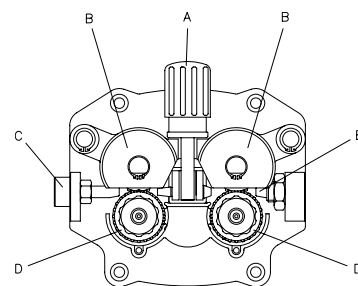

FIG. 5
- Desserrer et abaisser le bouton en plastique (A) et relâcher le levier presse-fil (B)(Fig.5). Extraire les résidus de fil éventuels de la gaine guide-fil (E).
- Relâcher le fil de la bobine et le tenir serré avec une paire de pinces de façon à ce qu'il ne puisse pas se dérouler. Si nécessaire, le redresser avant de l'introduire dans le guide d'entrée (C) du fil. Y introduire le fil en le faisant passer au-dessus du galet inférieur (D) et dans la gaine guide-fil (E).
- Abaisser le levier presse-fil (B) et soulever le bouton en plastique (A). Serrer légèrement. Un serrage excessif bloque le fil et pourrait endommager le moteur. Une serrage insuffisant ne permettrait pas aux galets d'entraîner le fil.
- Ouvrir le panneau latéral. Desserrer et abaisser le bouton en plastique (A) et relâcher le levier presse-fil (B) (Fig.5). Couper le fil (s'il a déjà été chargé) en le tenant toujours serré avec des pinces de façon à ce qu'il ne se déroule pas et le lier sur le trou spécifique du rochet. Dévisser la buse, enlever la pointe de la torche et avec une paire de pinces extraire le fil de la gaine. Désassembler la torche de la machine.
- La positionner sur une surface plane et enlever doucement l'écrou en laiton (1).
- Extraire la gaine (2).
- Introduire la nouvelle gaine et remonter l'écrou en laiton (1).